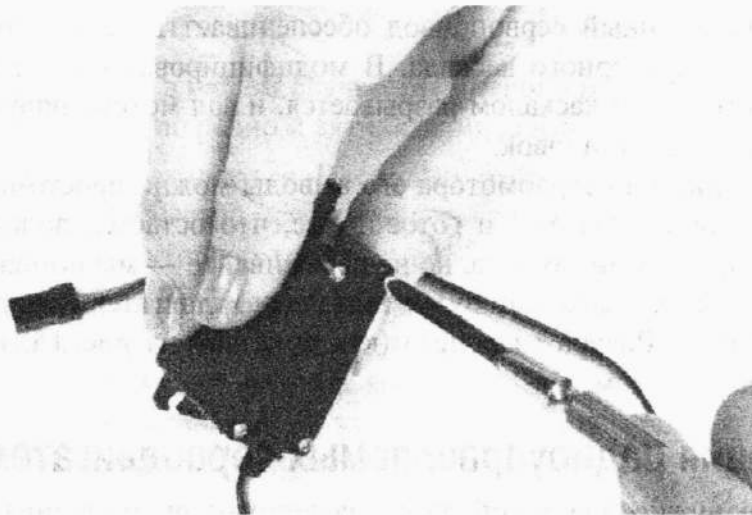

Рис. 15.12. Разборка серводвигателя
2. Ослабьте четыре крепежных винта на нижней части корпуса (рис. 15.12).